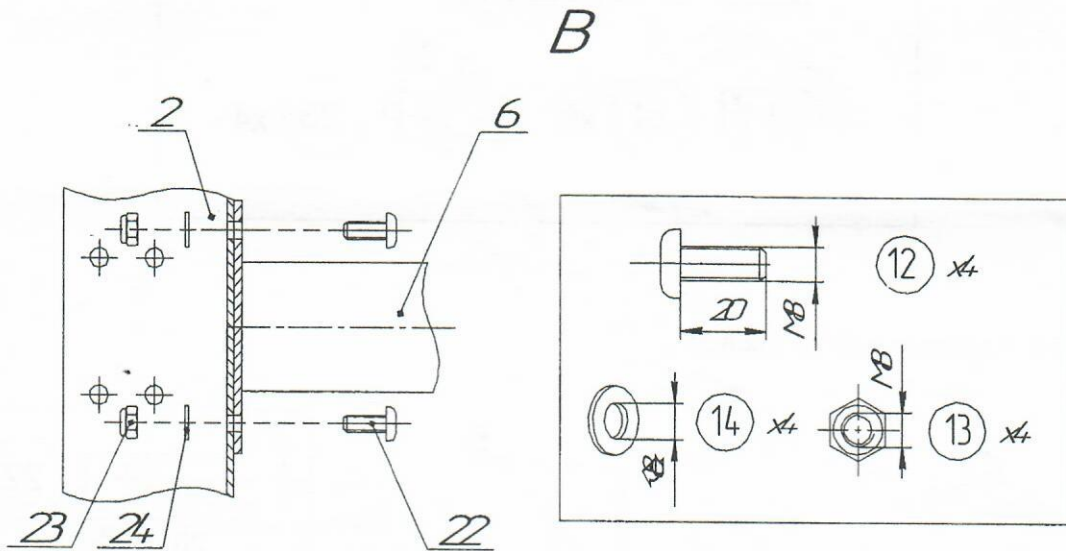

Рис.8
10.3.3.3 Установить опору ножную (рис.8)